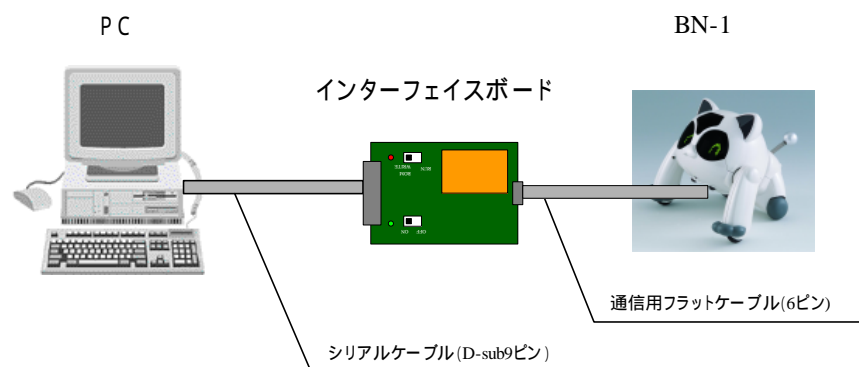

図 3.3 BN-1 と PC の接続
- ( 1 ) インターフェイスボードが ( 図 3.3 ) のように正しく接続されているか確認し